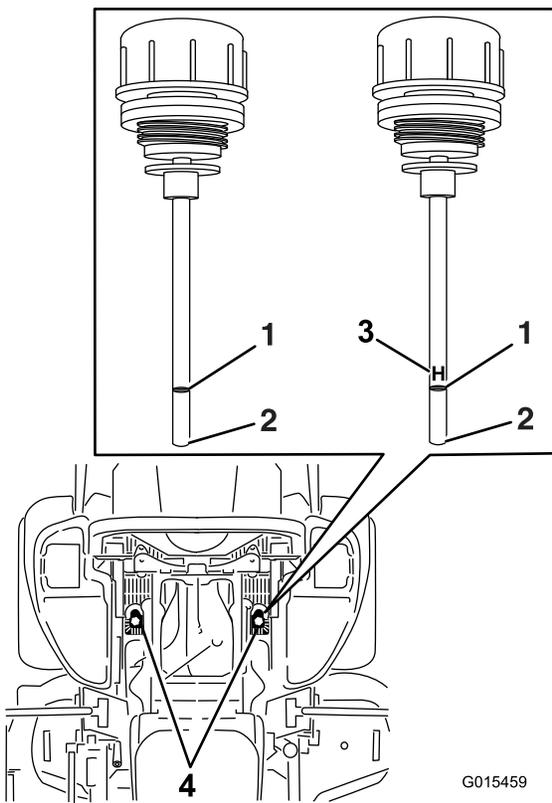

Figura 86
6. Limpie la zona alrededor de las varillas de los depósitos del sistema hidráulico (Figura 86).
7. Retire una varilla del depósito de aceite hidráulico (Figura 86).
9. Retire la varilla e inspeccione el extremo (Figura 86).